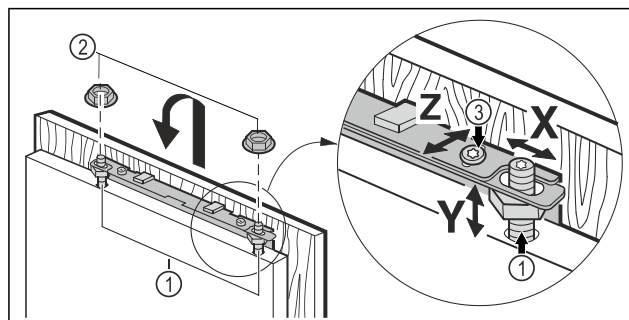

Fig. 45
- Agganciare la porta del mobile sui bulloni di registrazione Fig. 45 (1) e avvitare i controdadi Fig. 45 (2), senza serrarli, sui bulloni di registrazione.
- Allineare la porta del mobile all'altezza Y e all'inclinazione laterale: Regolare i bulloni di registrazione Fig. 45 (1) con un cacciavite.
- Serrare Fig. 45 (3) i controdadi.